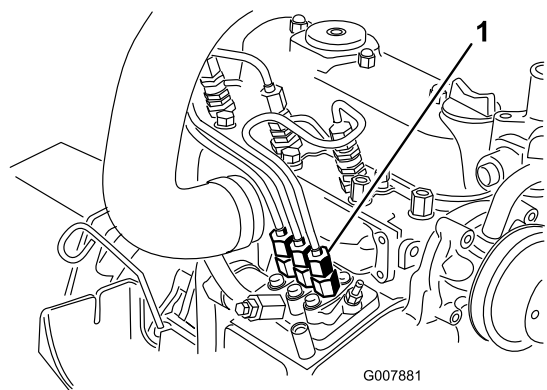

Рисунок 39
1. Поместите ветошь под соединение трубки, выходящей из насоса для впрыска топлива и идущей к соплу инжектора № 1, как показано на Рисунок 39.